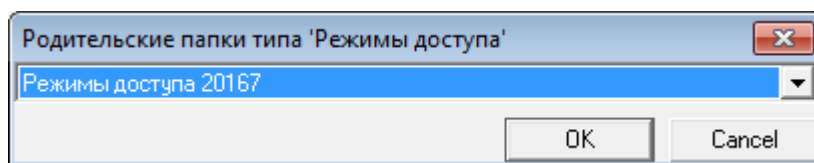

Рисунок 9.115 — Выбор папки для хранения режима доступа
4. Если имеется несколько папок для хранения режимов доступа, **Мастер доступа** предложит выбрать папку, в которую необходимо добавить режим доступа (рисунок 9.115). Если режимы доступа должны быть разделены для каждой категории пропусков, следует предварительно добавить к папке **Доступ** необходимые категории. Затем к соответствующим категориям добавить элементы **Режимы доступа**. Выберите папку для хранения режима доступа и нажмите на кнопку **ОК**. В отобразившемся окне свойств в поле **Имя** введите название **Режима доступа** и нажмите на кнопку **Принять**.